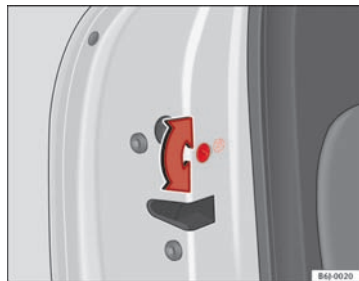

Fig. 44 Børnesikring i venstre dør
- Mens døren er åben, skal du bruge nøglen til at dreje slidsen mod uret i den venstre dør ⇒ Fig. 44 og med uret i den højre dør.
- Mens døren er åben, skal du bruge nøglen til at dreje slidsen mod uret i den højre dør og med uret i den venstre dør ⇒ Fig. 44.